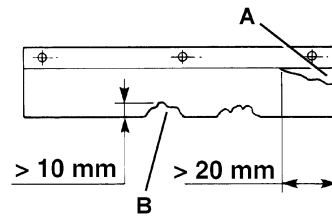

Figure 13
3. Dévisser les pommeaux (23) et (21) et enlever les portillons droit (22) et gauche (20).
4. Contrôler l'intégrité des volets latéraux (13 et 14). Remplacer les volets en présence de coupures (A, Fig. 13) supérieures à 20 mm (0,79 in) ou de déchirures (B) supérieures à 10 mm (0,39 in) (pour le remplacement des volets, se référer au manuel d'entretien).
8. Contrôler l'intégrité des volets avant (15) et arrière (16). Remplacer les volets en présence de coupures (A, Fig. 13) supérieures à 20 mm (0,79 in) ou de déchirures (B) supérieures à 10 mm (0,39 in) (pour le remplacement des volets, se référer au manuel d'entretien).